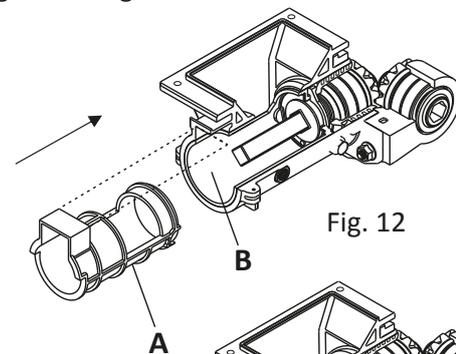

Fig. 12
**B-** Introduza a Câmara Redutora (A) Fig. 12 no interior do Revestimento (B), até o final, encaixando no guia retangular.